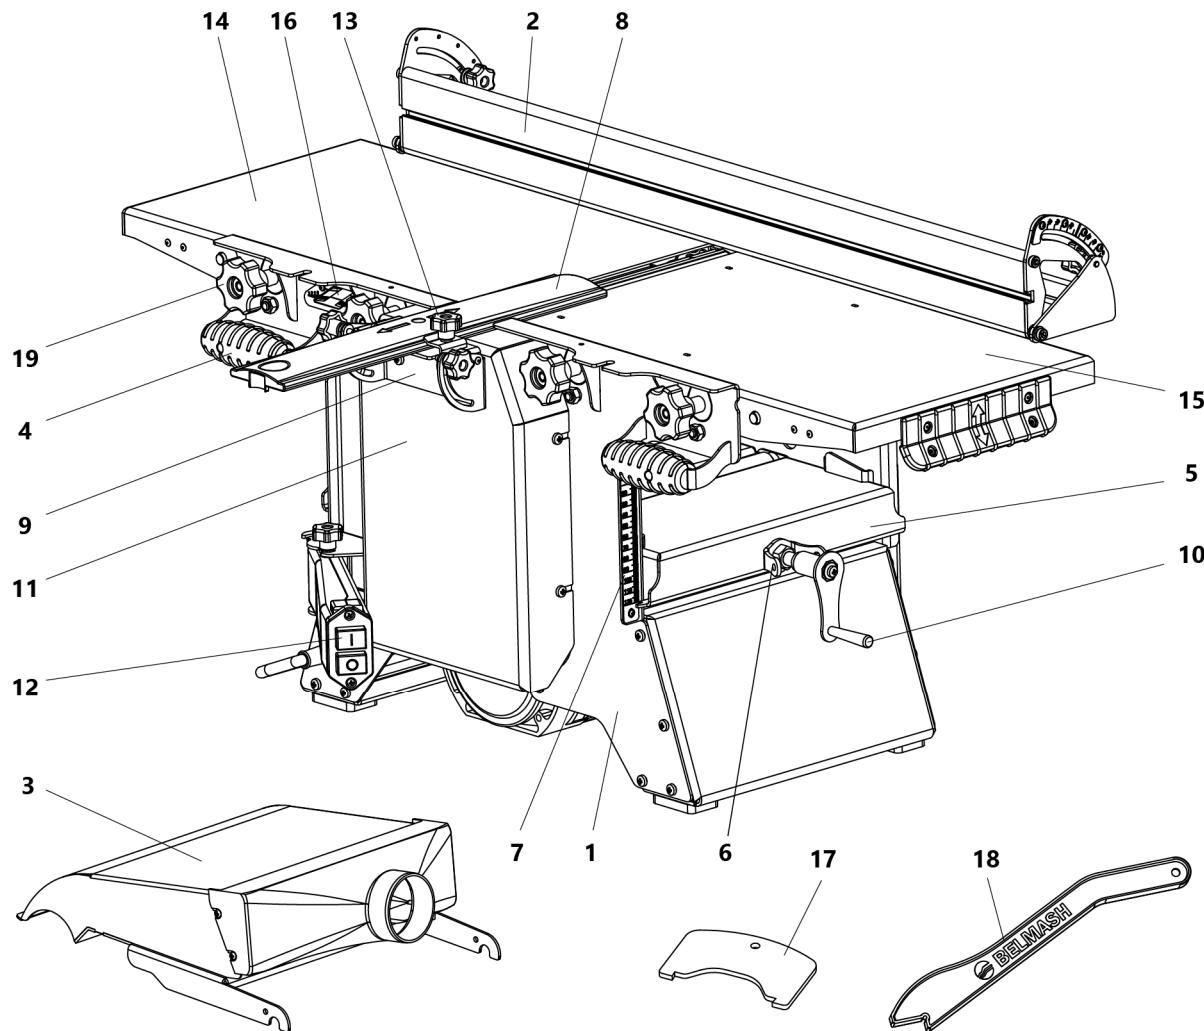
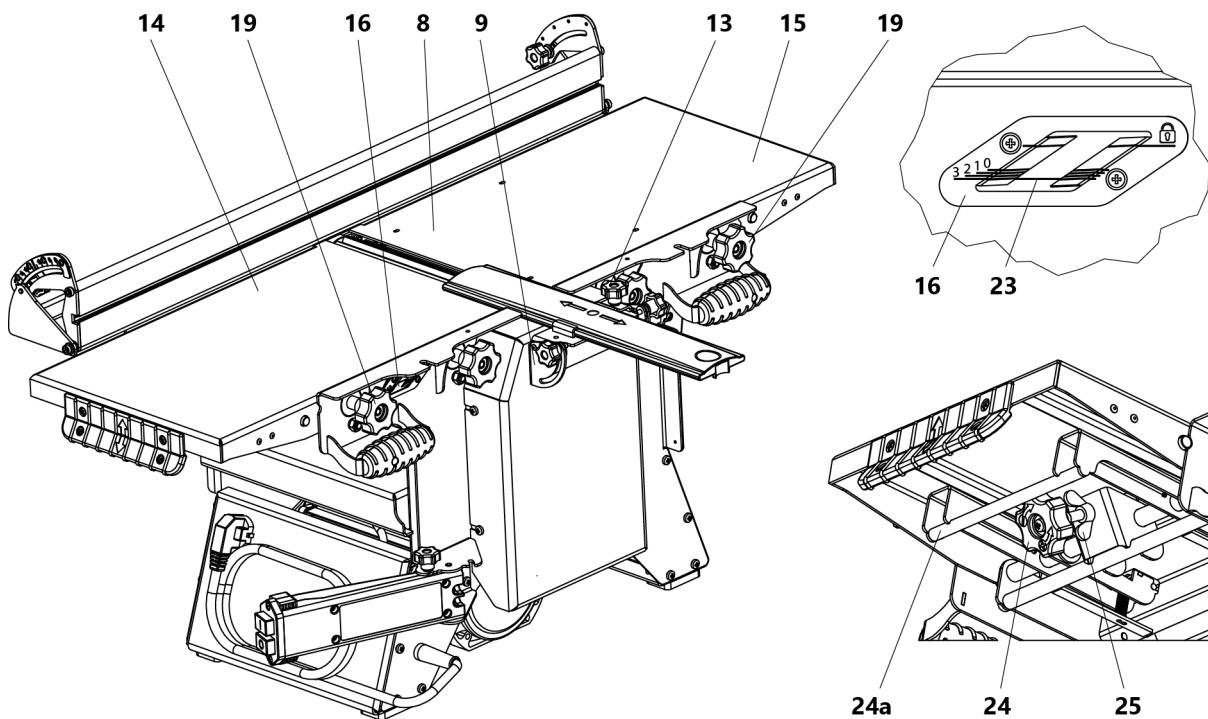

Рис. 1 Общий вид станка
Рис. 4 Установка строгальных столов и глубины строгания
При фуговании нужно перемещать заготовку по загрузочному столу, прижимая к упору 2 (рис. 1). При этом необходимо держать пальцы сомкнутыми и удерживать заготовку сверху ладонями обеих рук. Правильное положение рук – это когда одна рука находится на верхней пласти заготовки над приемным столом, вторая рука – на верхней пласти заготовки над загрузочным столом.
Для облегчения прохождения и уменьшения трения между обрабатываемой заготовкой и рейсмусным столом 5 (рис. 1), в конструкции станка имеются два гладких ролика, которые выступают над поверхностью рейсмусного стола не более чем на 0,3 мм.
В режиме строгания приемный стол 15 (рис. 1) устанавливается на уровне реза строгальных ножей, а загрузочный стол 14 имеет возможность опускаться ниже уровня реза строгальных ножей, что обеспечивает установку необходимой глубины строгания. Глубину строгания устанавливают по шкале 16 с помощью ручки 24 (рис. 4).
Выключатель станка 12 (рис. 1) установлен на кронштейне, поворачивающемся так, чтобы обеспечить доступное и безопасное включение/ выключение станка при различных видах работы.
- отпустить гайки-баращек 19 стола приемного 15 (рис. 4);
Ограждение ножевого вала 8 предназначено для закрытия той части вращающегося ножевого вала, которая не находится в зоне резания (нерабочая часть ножевого вала) во время работы станка (рис. 4).